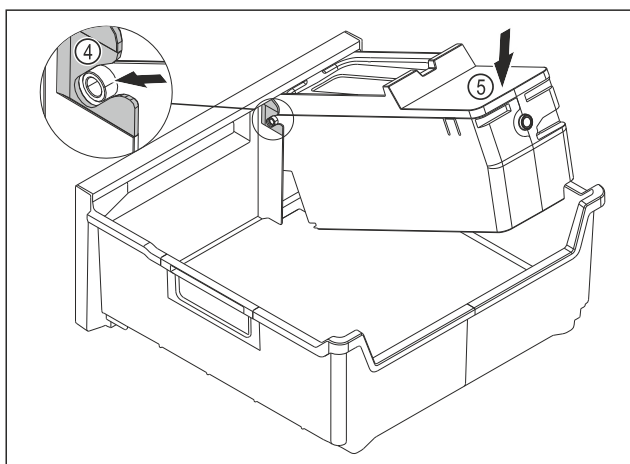

Fig. 187
- ▶ Montáž korpusu EasyTwist-Ice: Osy korpusu EasyTwist-Ice zasuněte do vedení Fig. 187 (4).
- ▶ Stlačte korpus EasyTwist-Ice Fig. 187 (5) vzadu dolů.